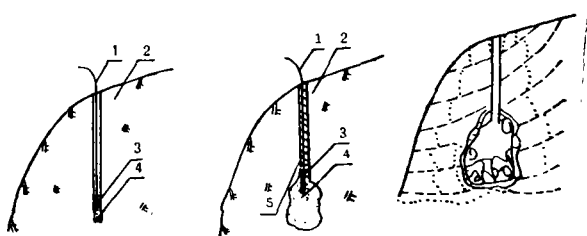

图1 罐炮
**2. 罐炮** (参见图1) 不创造自由面,在有一定坡度的矿体上打一深炮眼,孔底放入适量炸药,不充填炮泥,爆破使孔底形成药壶。掏净碎碴后,装入足量黑火药,布电雷管,用炮泥堵塞炮眼。爆破后矿体上节理、裂隙充分暴露,产生龟裂。该方法打眼工作量小,节省爆破材料,但矿体破坏严重,棱锥体多,无法采出大块料石,不利于形成台阶,难以实现计划生产。